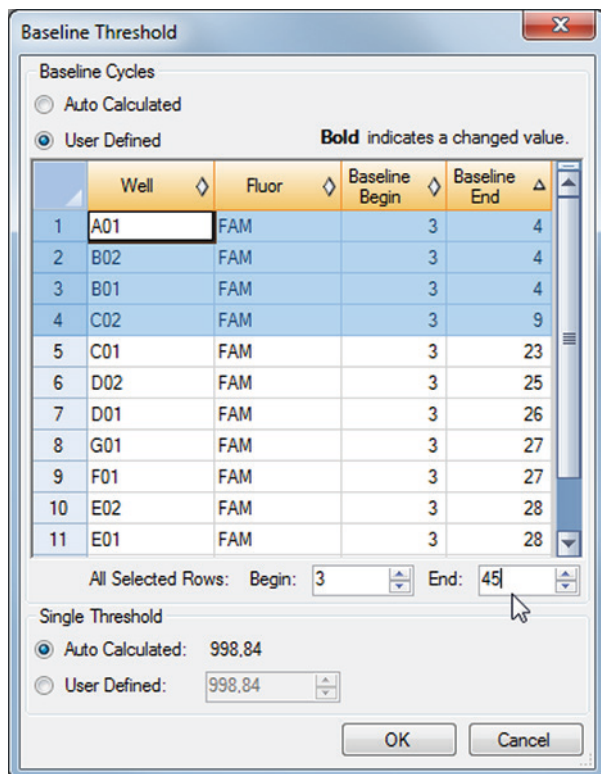

Figura 5: Finestra di dialogo Baseline Threshold (Soglia basale)
3. Nella barra dei menu della finestra Data Analysis (Analisi dei dati) fare clic su **Settings** → **Baseline Threshold...** (Impostazioni → Soglia basale...) per aprire la finestra di dialogo Baseline Threshold (Soglia basale) (vedere figura 5).
5. Selezionare tutte le righe che presentano dei valori **Baseline End** (Fine basale) da 1 a 9 (vedere figura 5).
6. Impostare il valore nel campo **End:** (Fine:) a 45 per le righe selezionate (vedere figura 5).
9. Ripetere i passi 3-7 per il canale di rilevamento VIC™ (IC), ROX™ (HSV-1 target) e Cy5 (HSV-2 target).